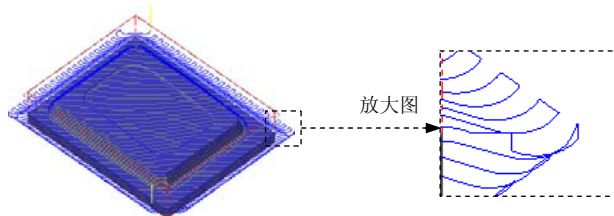

图 5.12 刀具路径
Step7. 单击“曲面精加工平行铣削”对话框中的  按钮，同时在图形区生成图 5.12 所示的刀具路径。